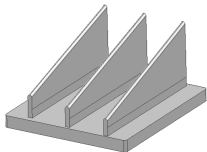

图 6-4 加强筋电极
(2) 加强筋电极 壳件塑料制品往往会设计加强筋，这样模具的型芯和型腔就会有较深且窄的槽，这时就需要设计加工加强筋电极，如图 6-4 所示。